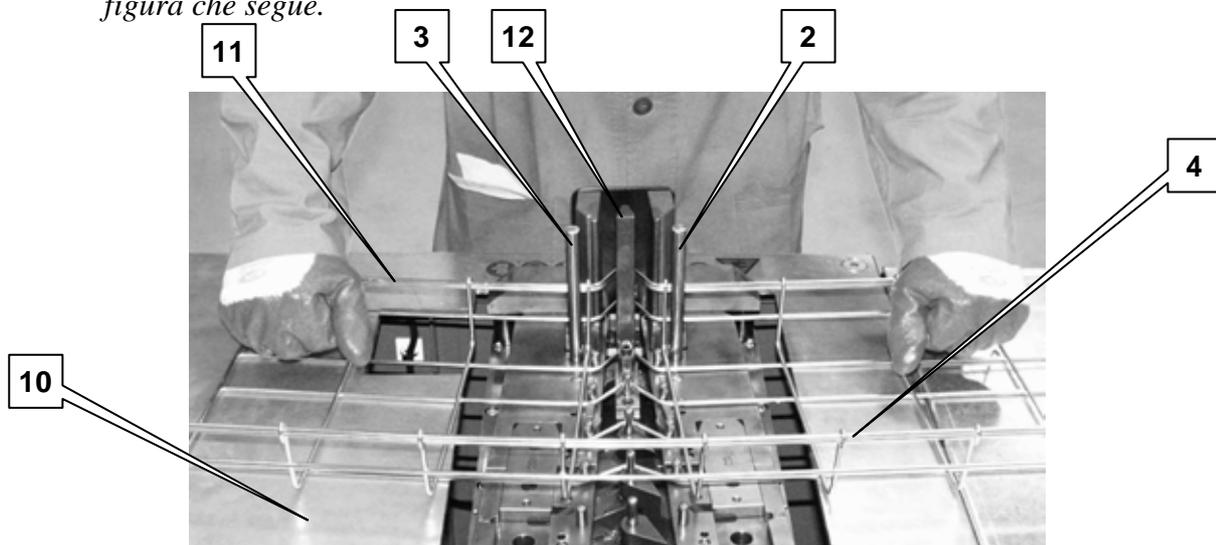

Figura 4.69 – Fase di piega
7. tenere la passerella **4** premuta sul piano di lavoro **10** premendo con le mani ai due lati (figura 4.69);
Tenere le mani sui fili superiori del bordo anteriore **11**, non inserire le dita o i palmi sotto i fili perché in fase di piega i fili si spostano (figura 4.69).
9. azionare, con il piede, il pedale di azionamento per liberare i fili appena piegati. Non arretrare più di un millimetro il cursore **12** (figura 4.69);